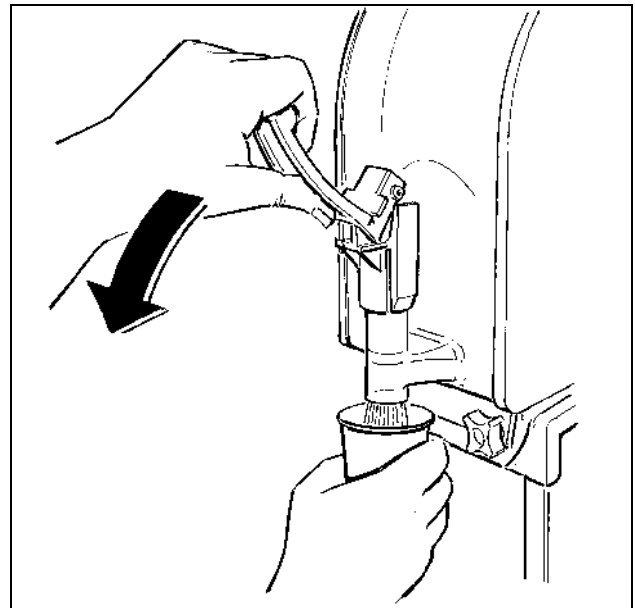

Fig. 12
- Pour servir le produit, placer le verre sous le robinet et tirer le levier comme il est montré dans la figure 12.